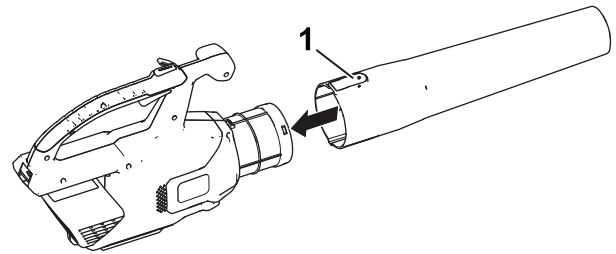

Figure 3
1. Glissez le tube du souffleur sur le carter du souffleur. Vous devrez éventuellement appuyer sur la languette du tube du souffleur pour le bloquer en position (Figure 3).